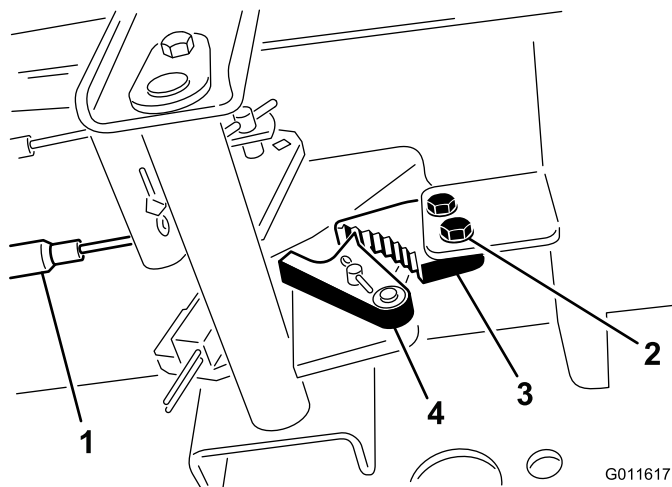

Bild 70
1. Lösen Sie die zwei Schrauben, mit denen die Sperre der Feststellbremse am Rahmen befestigt ist (Bild 70).
2. Drücken Sie das Pedal der Feststellbremse nach vorne, bis die Bremsenarretierung ganz an der Bremssperre greift (Bild 70).